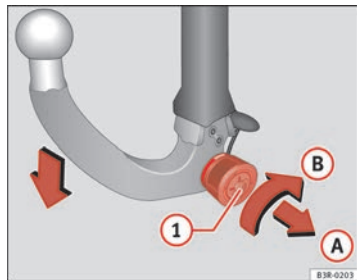
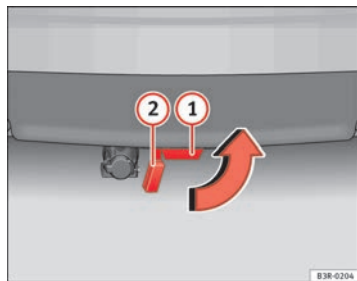

Abb. 159 Abnehmbare Anhängervorrichtung: Kugelstange abbauen
Abb. 160 Stoßfänger hinten: Verschlusspropfen einsetzen
- Stecken Sie den Schlüssel in das Schloss (1) ⇒ Abb. 159 am Handrad.
- Halten Sie die Kugelstange fest und ziehen Sie das Handrad in Pfeilrichtung (A) heraus.
- Drehen Sie das Handrad in gezogener Position bis zum Anschlag in Pfeilrichtung (B).
- Ziehen Sie die Kugelstange nach unten aus dem Aufnahmebohrer (1) ⇒ Abb. 160 heraus. Dabei wird der Aufnahmebohrer durch die Verschlussklappe (2) automatisch verschlossen.